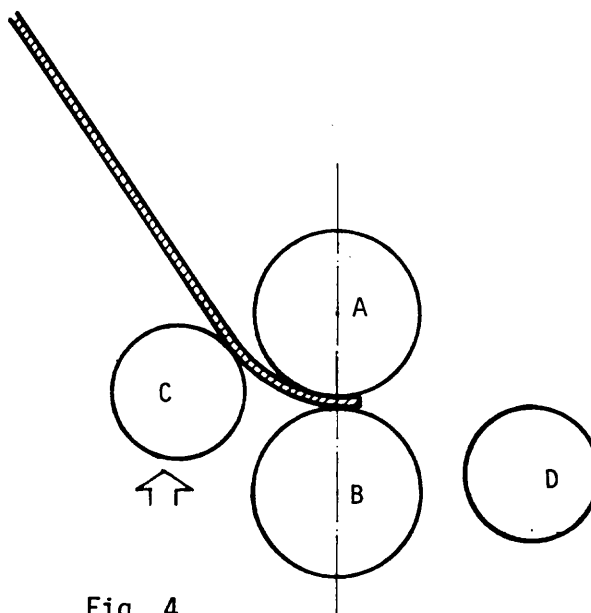

Fig. 4
- ___ b Haga elevar el rodillo lateral inferior "C" y forme la curva de entrada (fig. 4).